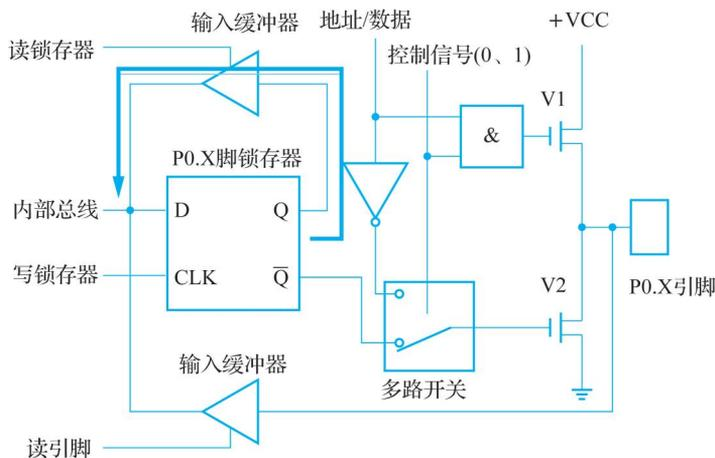

图 1-16 P0 口读锁存器时的流程图
(2) P0 读锁存器。读锁存器时，通过打开读锁存器三态缓冲器读取锁存器输出端 Q 的状态，如图 1-16 所示（粗线箭头）。